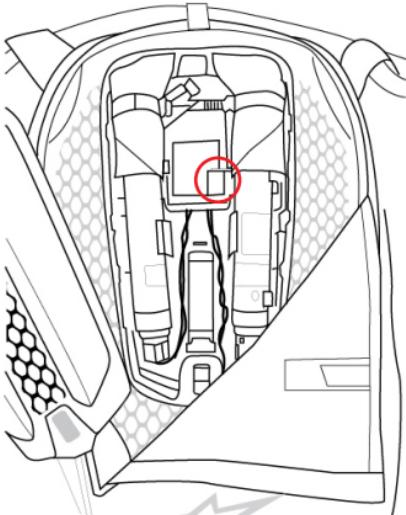

Abbildung 30: Position des Versandmodus-Schalters
Beim Versand des Systems MUSS der Benutzer das System in den VERSANDMODUS versetzen. Zu diesem Zweck muss der Benutzer auf die Elektronik des Systems zugreifen, indem er das Elektronikgehäuse (16) öffnet und den Schalter für den Versandmodus (14) betätigt, der sich wie in Abbildung 30 dargestellt befindet. Nachdem der Versandmodus durch Schieben des weißen Knopfes nach oben auf EIN gestellt wurde, kann der Benutzer das System versenden. Um zum normalen Betrieb des Systems zurückzukehren, muss der Benutzer den Versandmodus auf AUS stellen, indem er den weißen Knopfnach unten auf der Rückseite schiebt.